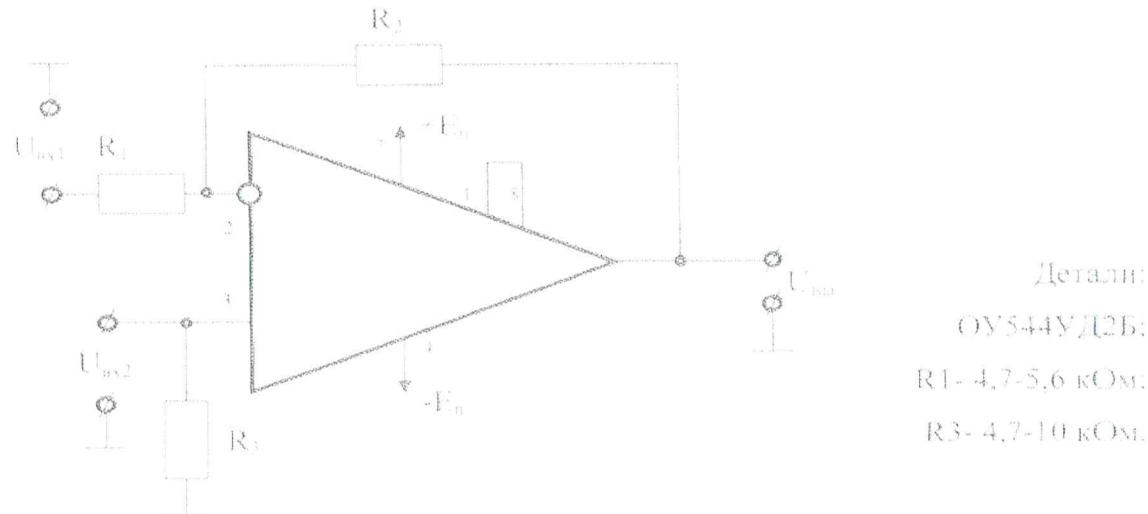

Рис. 3. Схема инвертирующего усилителя на ОУ 544УД2Б
2.3 «Заземлить» «вход 2» схемы, рис. 4 . На «вход » подать от генератора синусоидальный сигнал 1 мВ (если непосредственно выходной сигнал генератора это не позволяет, использовать делитель, как в схеме рис.3)
2.6.2 Собрать схему, как показано на рис. 3.